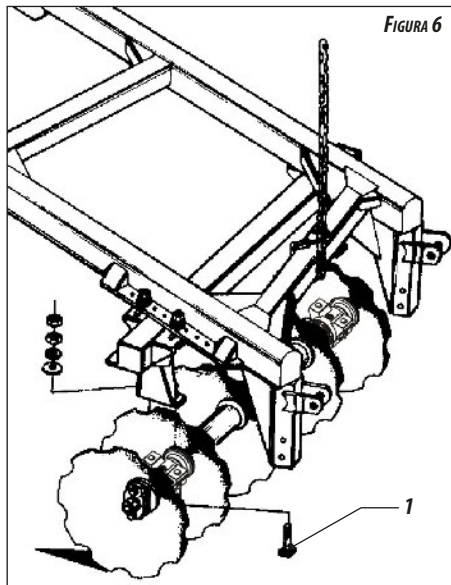
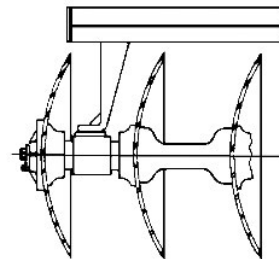

FIGURA 6
FIGURA 7
- Levantar una parte del cuerpo principal (delantera o trasera), poner el conjunto de los discos en línea. Observar la disposición de los mismos en la **figura 4**. Hacer coincidir los agujeros de los soportes de la armación con los agujeros de los cojinetes, y ejecutar el montaje a través de los tornillos (1) **figura 6**, observando que el soporte de fijación (porta cojinetes / porta discos) debe quedar direccionado para la concavidad del disco conforme **figura 7**.